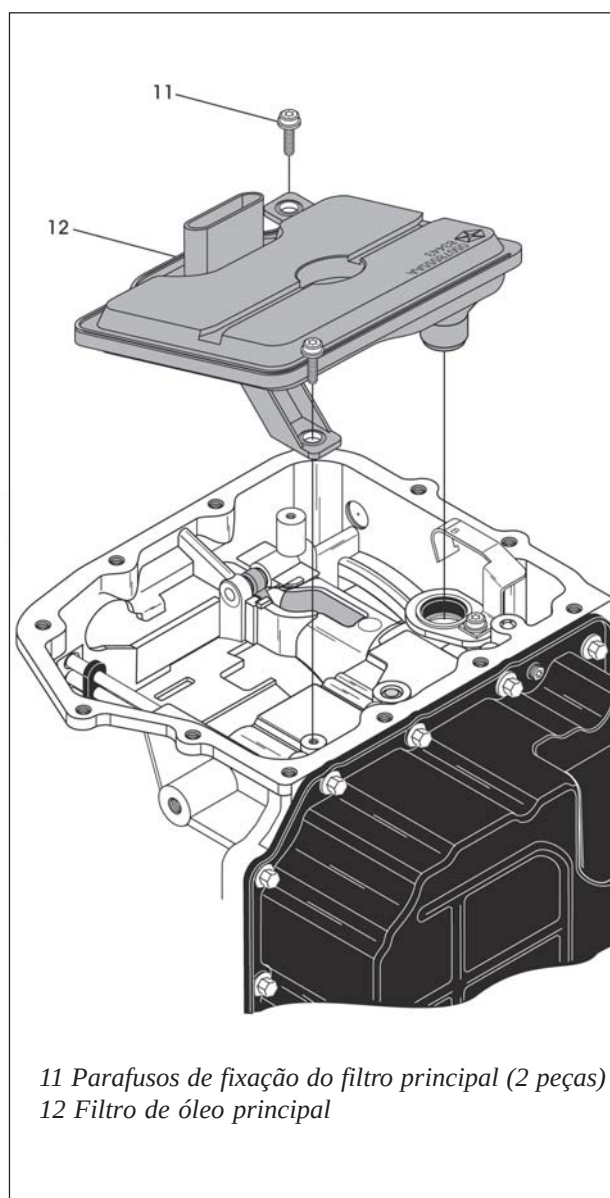
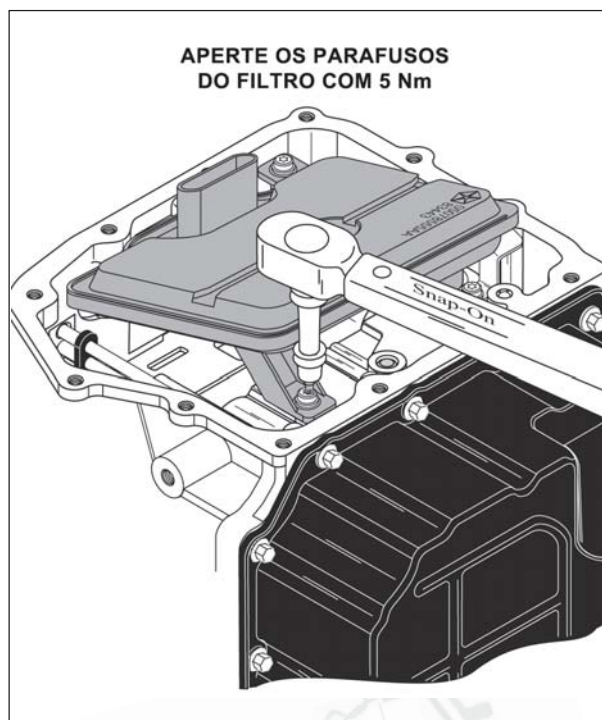

Figura 287
Figura 288
99. Lubrifique o pescoço do novo filtro com uma pequena quantidade de vaselina neutra e instale o filtro de óleo principal na carcaça, conforme mostra a figura 287.
100. Instale os parafusos de fixação do filtro de óleo, conforme mostra a figura 287, e aperte-os com um torque de 5 Nm, utilizando uma chave torx T25 conforme indicado na figura 288.